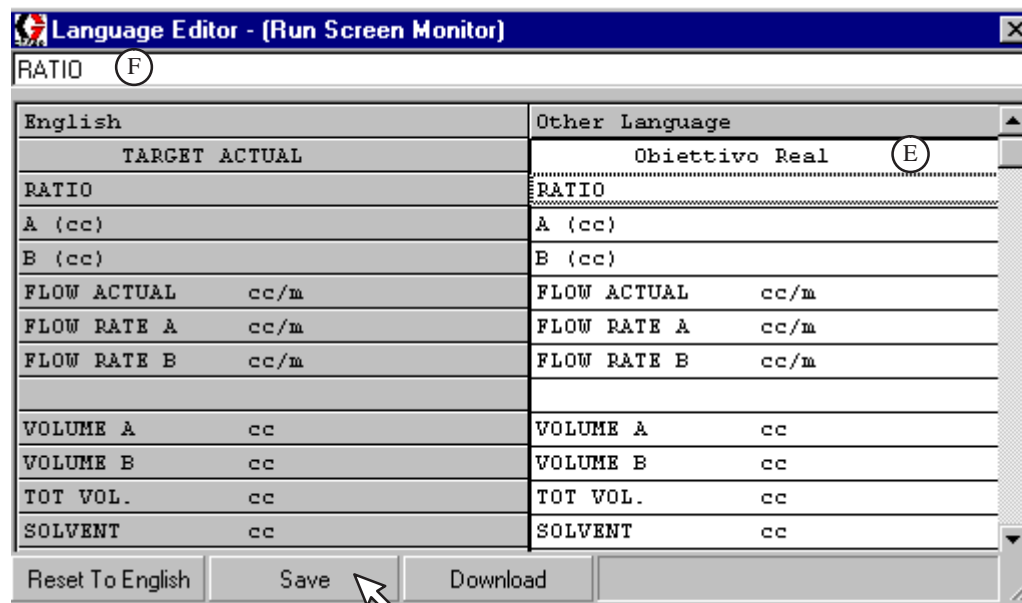

Fig. 13.63
4. Escriba la traducción sobre el texto que aparece en la barra de texto. Pulse INTRO para que el texto aparezca en la columna otro idioma (E), y el cursor se desplazará hasta la siguiente línea de texto (F). Vea la Fig. 13.63.